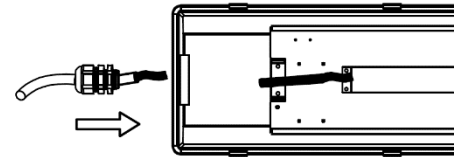

Fig. 5
5. Connect the wires. (Fig. 5)